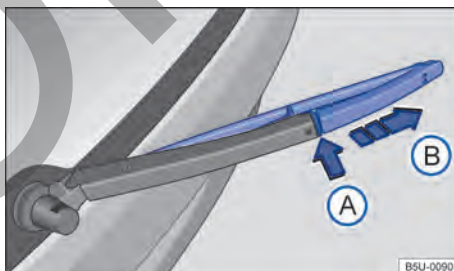

Fig. 179 Sustituir la escobilla del limpiaventa.
- Mantener presionada la tecla de desbloqueo → fig. 179 ①.
- Retirar la escobilla del limpialuneta en el sentido de la flecha ②.